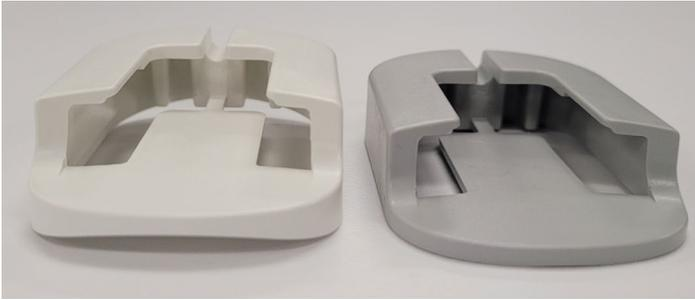

Figure 16. Les porte-capteurs sont disponibles avec un dos incurvé et un dos droit (respectivement à gauche et à droite sur la photo).
- Le capteur est sensible aux rayons ultraviolets intenses (UV). Par conséquent, le capteur ne doit jamais être exposé à la lumière directe du soleil pendant de longues périodes. Par conséquent, si on prévoit utiliser le support de capteur pour un stockage à long terme, l'emplacement choisi ne doit pas être exposé à la lumière directe du soleil.
- Sélectionner un support de capteur en fonction de l'emplacement choisi. Les supports de capteurs sont offerts sous deux formes, en fonction de la surface de l'emplacement choisi. Voir la figure 16 ci-dessous.